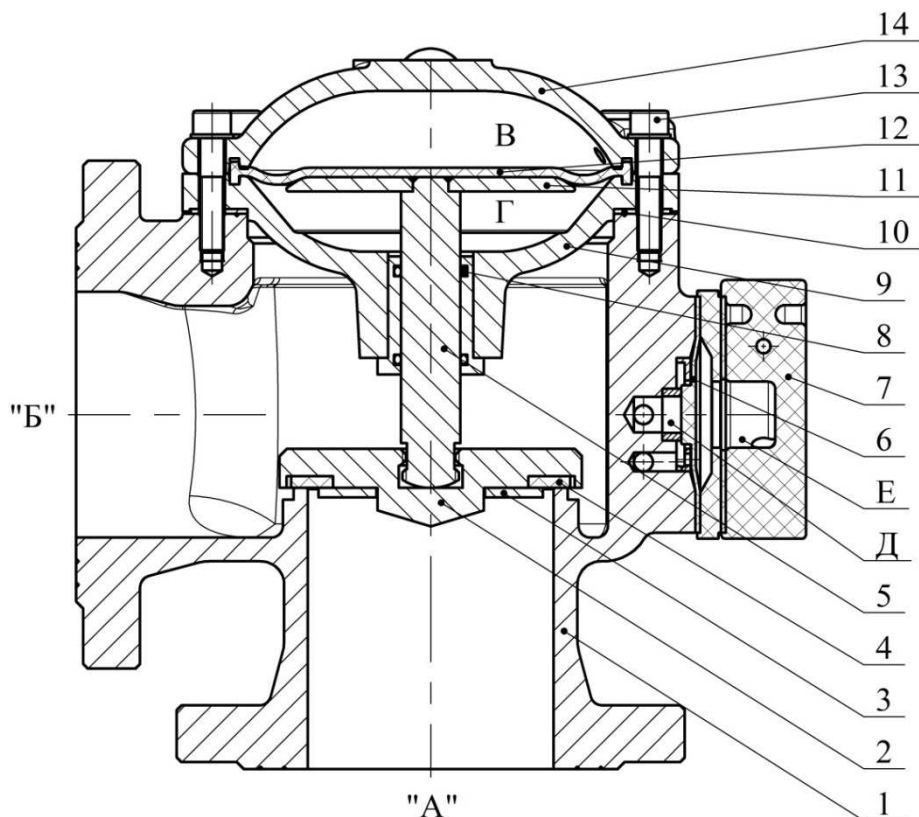
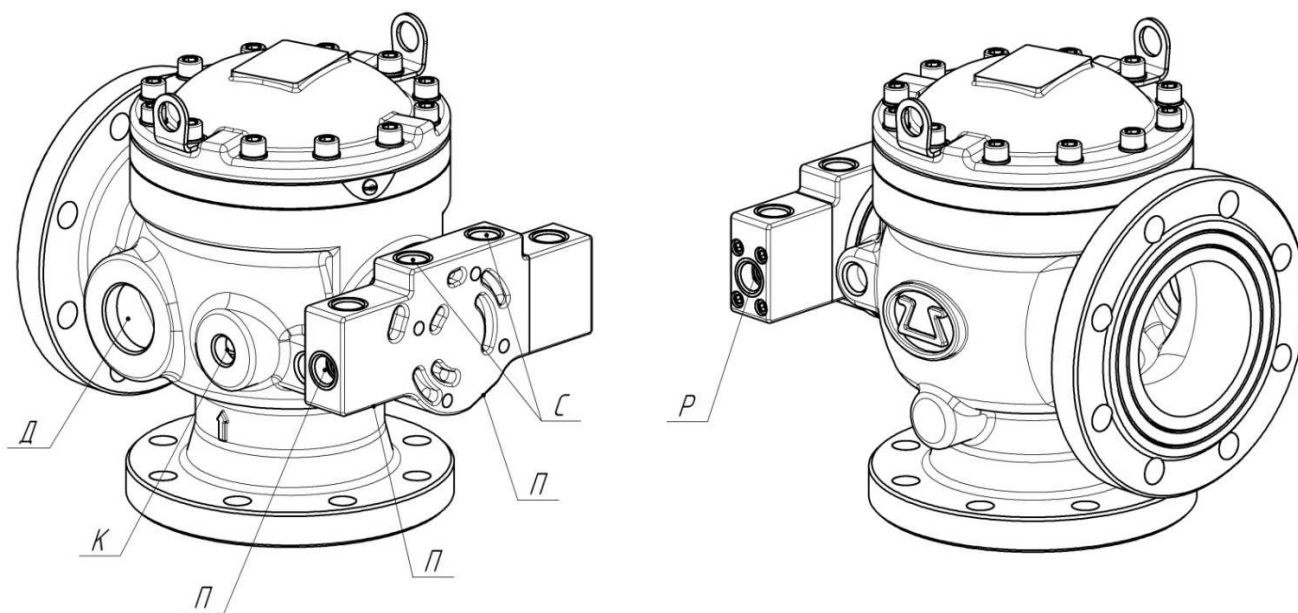

Рисунок 1 - Клапан мембранный универсальный КСД типа КМУ
Рисунок 2 - Клапан мембранный универсальный КСД типа КМУ. Общий вид
5.2 Клапан (рисунок 1; приложение В) состоит из корпуса 1 с входным "А" и выходным "Б" отверстиями, модуля 7, крышки 14, перегородки 9, соединенных с корпусом винтами 13. Между крышкой 14 и перегородкой 9 установлена мембрана 12, разделяющая рабочую камеру клапана на две полости В и Г и опирающаяся на опорный диск 11, закрепленный на штоке 5, который жестко связан с самоустанавливающимся затвором клапана, состоящим из клапана 2 и прокладки 4, закрепленной при помощи диска 3. В корпусе 1 выполнена посадочная поверхность (седло), предназначенная для герметичного разделения полостей А и Б при закрытом затворе клапана. Герметичное соединение корпуса 1 и перегородки 9 обеспечивается прокладкой 10, а штока 5 и перегородки 9 – уплотнительным кольцом 8. Корпус 1 и модуль 7 образуют побудительную камеру, разделенную мембраной 6 на две полости Д и Е. Полость В клапана связана каналом с полостью Д и рабочим отверстием "Р" (рисунок 2), предназначенным для подключения к рабочему трубопроводу для заполнения их рабочей средой и создания в них давления. Полость Д связана каналами с полостью Г и сигнальным отверстием "С", предназначенным для подключения сигнального устройства и дренажной линии. Полость Е через канал в
5.11 Клапан обратный (КО) находится внутри модуля 7 (рисунок 1) и препятствует сбросу давления в рабочей камере клапана при уменьшении давления в подводящем трубопроводе.
- открутить винты 13 (рисунок 1), снять крышку 14;